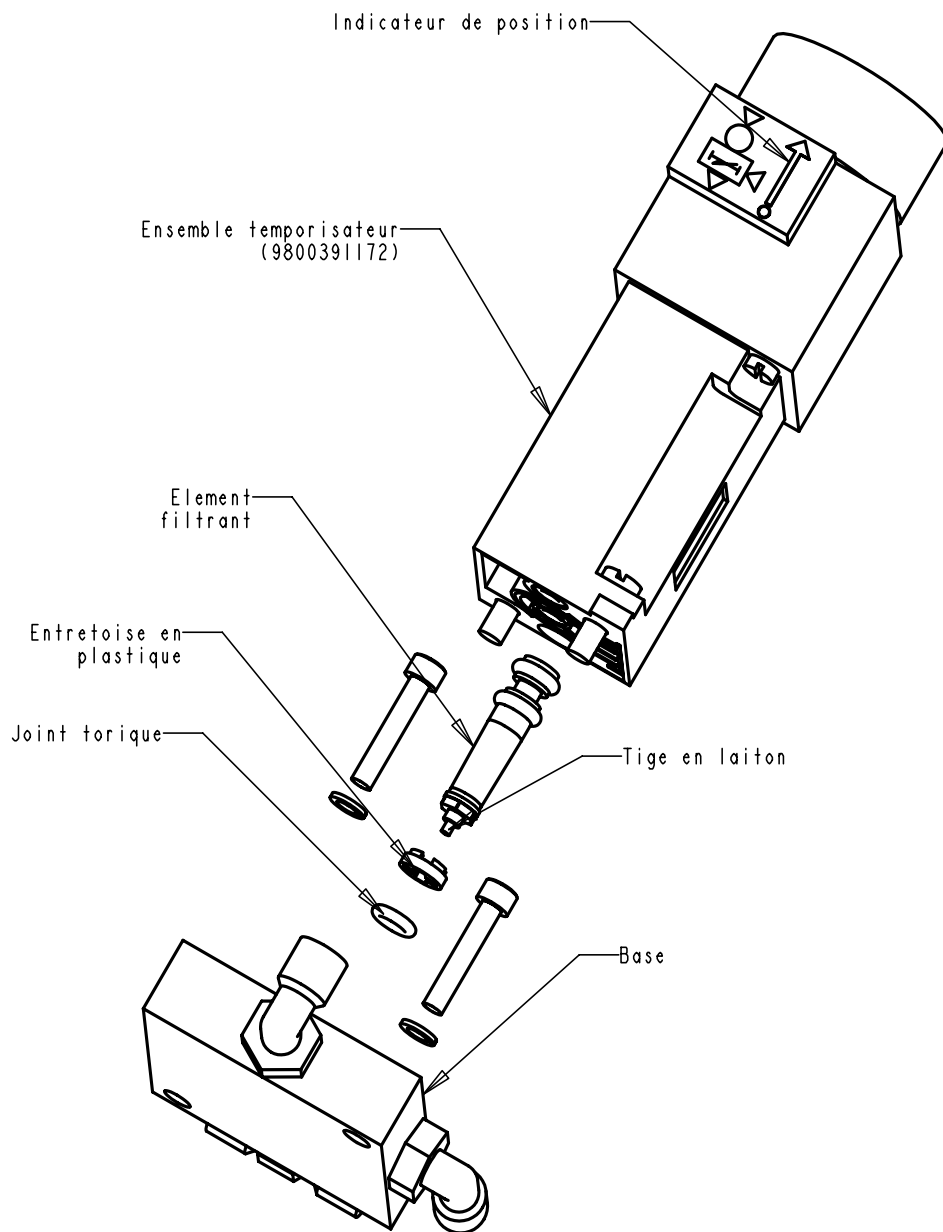

FIGURE 7.1
**IMPORTANT : PROCEDEZ TOUS LES (6) MOIS A L'ENTRETIEN SUIVANT.**
1. **FILTRE DU TEMPORISATEUR** - Ouvrez le couvercle arrière et retirez la vis qui maintient le couvercle du boîtier de commande. Retirez le couvercle (figure 3.0). Retirez l'ensemble temporisateur de la base (figure 7.1) à l'aide d'un tournevis à lame plate. Retirez le petit joint torique, puis l'entretoise en plastique. Saisissez la petite tige en laiton de l'élément filtrant et sortez-le. Nettoyez l'élément filtrant dans du solvant, séchez-le à l'air chaud et remettez-le en place.